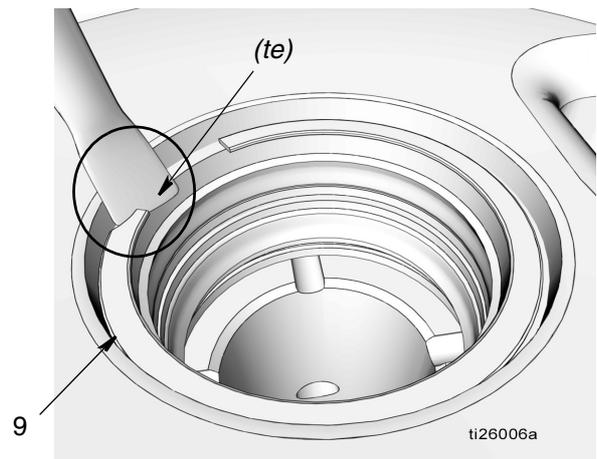
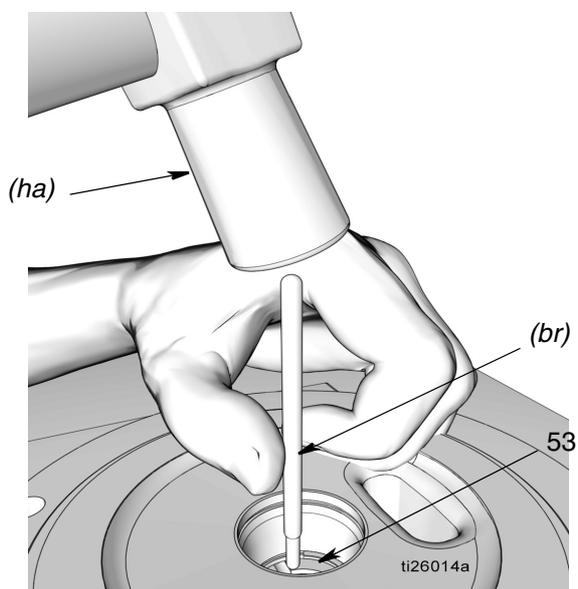

FIG. 25
FIG. 26
- a. Inserire la lama di un piccolo, cacciavite piatto sotto il bordo conico (*te*) dell'anello di sicurezza (9) e rimuovere l'anello come mostrato in FIG. 25.
- b. Rimuovere il distanziale conico (10), la tenuta (11) e il distanziale (12).
- c. Inserire la lama di un piccolo cacciavite piatto sotto il bordo conico (*fe*) dell'anello di sicurezza (51) e rimuovere l'anello come mostrato in FIG. 25, quindi rimuovere l'anello di sicurezza. **NON RIMUOVERE L'ULTIMO ANELLO DI SICUREZZA (51).**
- d. Rimuovere il distanziale (12), la tenuta (11) e il distanziale (12).
19. Utilizzare un'asta in ottone morbido (*br*) e un martello (*ha*) per colpire delicatamente la manica dell'elemento della pompa (53) e rimuoverlo dalla base della stessa (1) (FIG. 26).